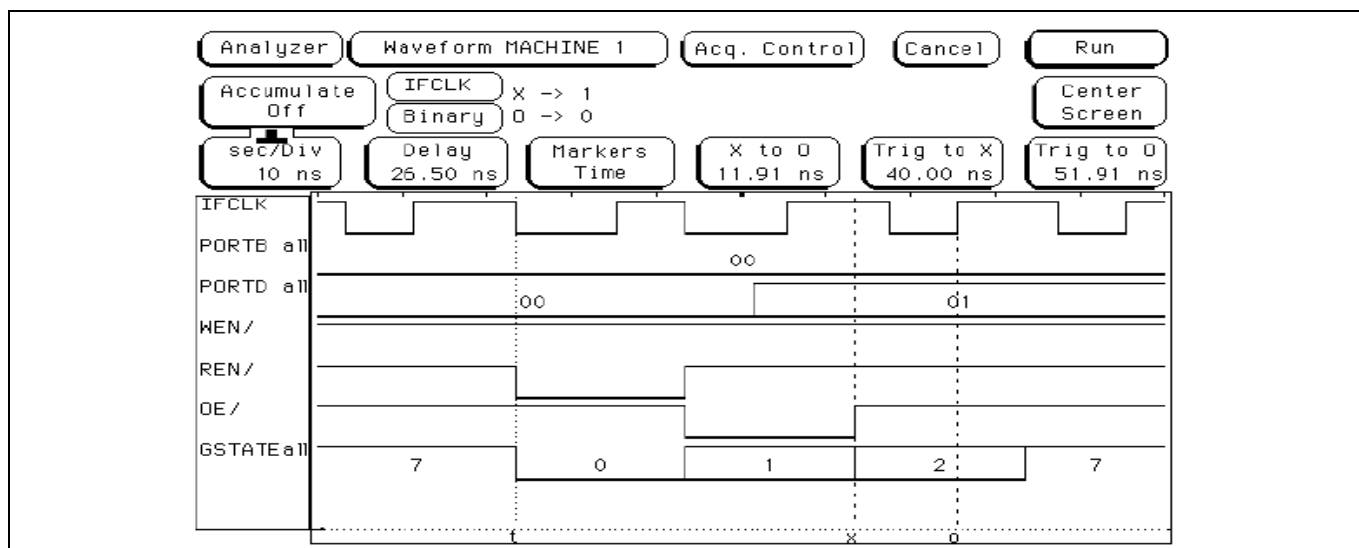

Figure 56 单个字读波形
Figure 56 显示的是 GPIF 引擎为 GPIF Designer 定义的单个字读波形生成的时序。本文档介绍了所有信号，其中包括了 GSTATE [2:0]，该信号显示了 GPIF 引擎循环在执行单读操作时循环所经过的状态。
- 4 ns 的采样频率将为您提供与 Figure 56 中的波形显示一样的分辨率。